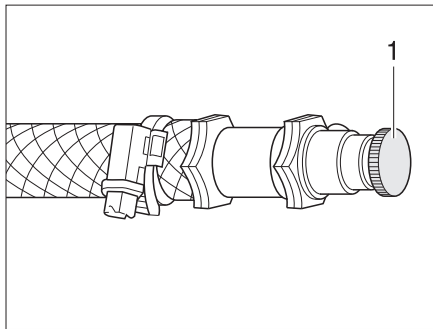

Fig. 259 Soupape de purge pour le chauffage à eau chaude
- Ouvrir la soupape de purge (Fig. 259,1) et la laisser ouverte, jusqu'à ce l'air soit complètement évacué du circuit.